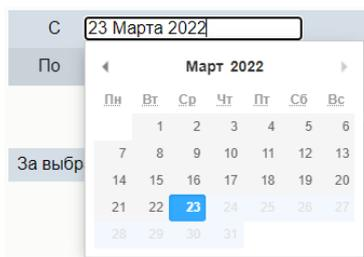

Рисунок 4.22 – Выбор периода статистики
- 1) поле выбора даты начала периода статистики (см. рисунок 4.22);
- 2) поле выбора даты окончания периода статистики (аналогично, см. рисунок 4.22);